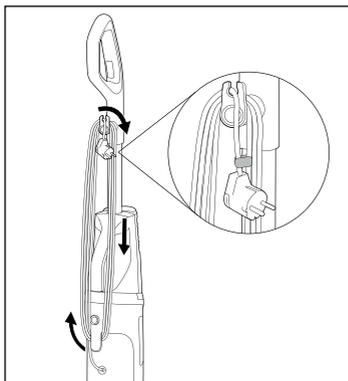

Fig. 3
- ◆ Înfășurați complet cablul de alimentare **17** în jurul suporturilor superior și inferior de cablu **16/20** (a se vedea fig. 3).